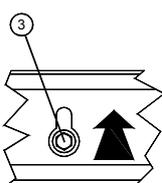

Fig. 3
- Accoppiare l'essiccatore al compressore, centrando le asole, presenti sul telaio dell'essiccatore, con le viti N.3 (Fig. 3). Per alzare da terra l'essiccatore utilizzare i quattro golfari N.10 (M6 a gambo lungo) avvitati nei quattro fori per il fissaggio del coperchio.